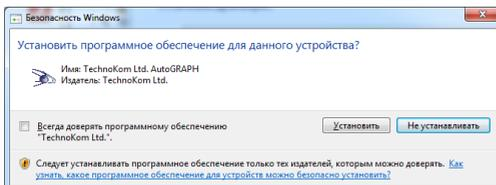

Рис.4.
6. Система начнет установку драйвера. В ответ на предупреждение системы нажмите кнопку «Установить» (рис.4).